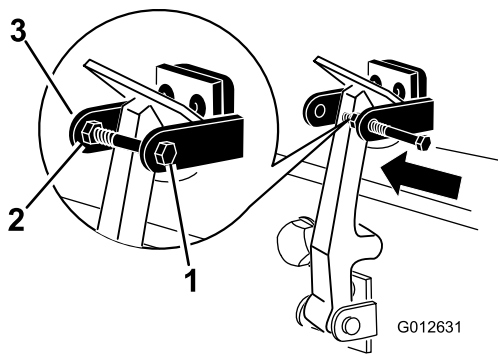

図 10
7. フードロックブラケットのもう一方のアームにボルトを取り付けてラッチを固定する (図 10)。ボルトはしっかりと固定するがナットの締め付けは行わないこと。